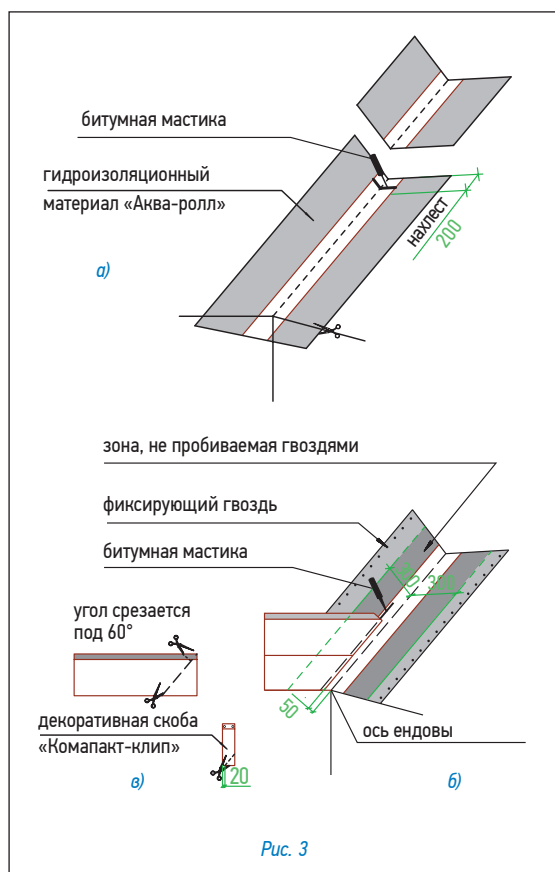

Рис. 3
2. Крепление обрезанного листа к медной части «Аква-ролл» осуществляется при помощи сплошной полосы битумной мастики (рис. 3б).
4. В случае, если скоба «Компакт-клип» приходится на место обреза листа, можно либо обрезать накладку, оставив минимум 2 см в нижней части (рис. 3в), либо произвести укладку листов без использования накладки.
Ендова (рис. 3)
- ровно по центру ендовы расстилается специальный рулонный материал «Аква-ролл», фиксируется в верхней части двумя гвоздями и обрезается в нижней части по линии карниза (рис. 3а);
2. «Аква-ролл» укладывается с нахлестом 20 см, место нахлеста тщательно обрабатывается битумной мастикой (рис. 3а).
- непосредственно перед укладкой в ендову черепицы, защитная пленка с лицевой стороны «Аква-ролл» снимается и на самоклеящуюся поверхность укладываются листы черепицы, обрезанные в соответствии с заранее отбитыми линиями (рис. 3б).
Внимание: 1. Необходимо также подрезать верхний уголок обрезанного края листа (см. рис. 3а) для правильного стока воды.